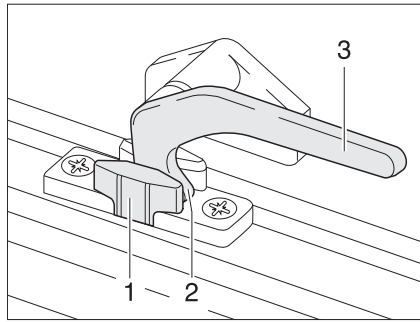

Fig. 54 Palanca de bloqueo en la posición de "ventilación continua"
- En la posición "ventilación continua" (Fig. 54)
- Girar la palanca de bloqueo (Fig. 54,3) un cuarto de vuelta hacia la mitad de la ventana.
- Girar la palanca de bloqueo un cuarto de vuelta hacia el marco de la ventana. El saliente de bloqueo (Fig. 54,2) se ha de introducir para ello en el rebaje del bloqueo de la ventana (Fig. 54,1).